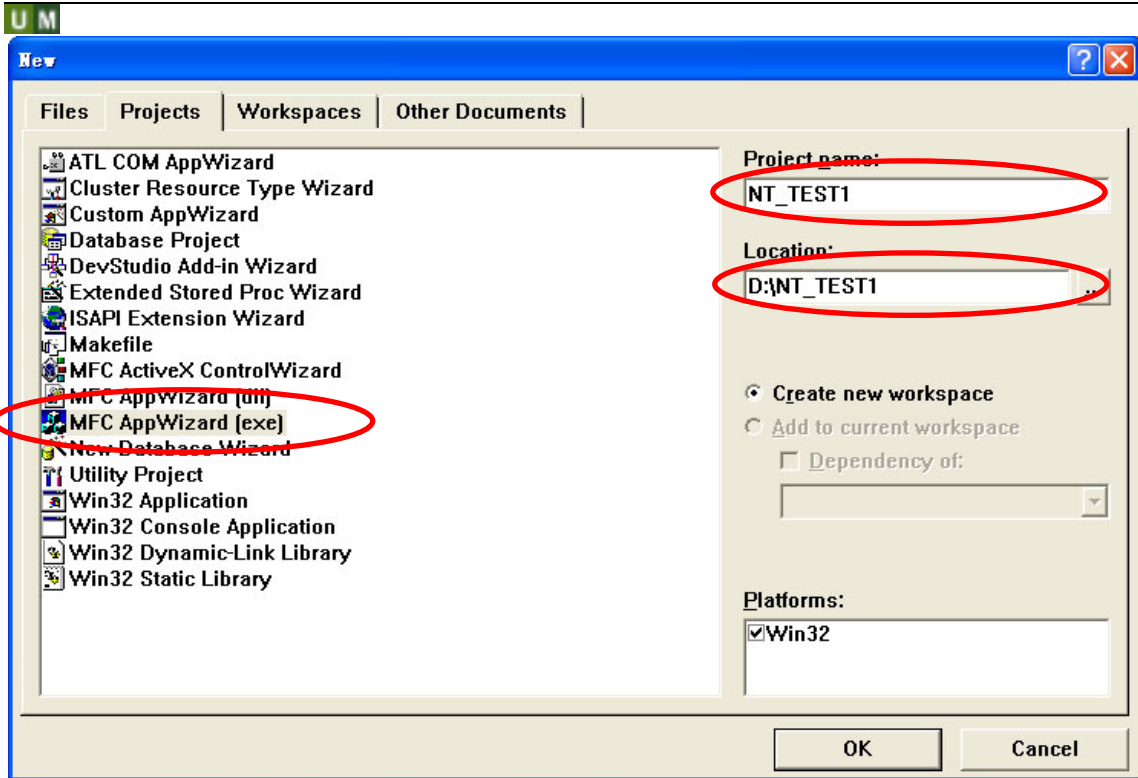
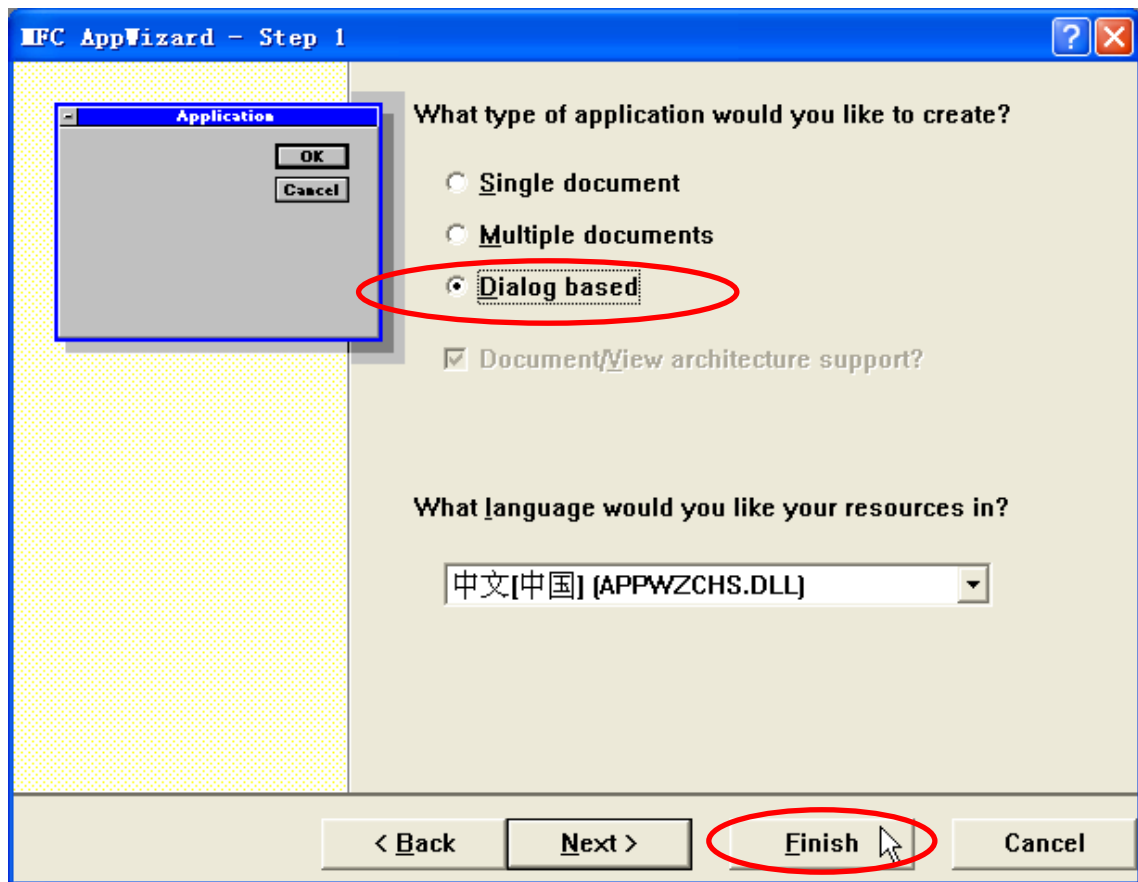

图 5.2 新建立工程 NT\_TEST1
图 5.3 设置 NT\_TEST1 为基于对话框的应用
(1) 启动 Visual C++ 6.0，新建一个基于对话框的工程 NT\_TEST1，工程保存路径为 D:\，如图 5.2、图 5.3 所示。